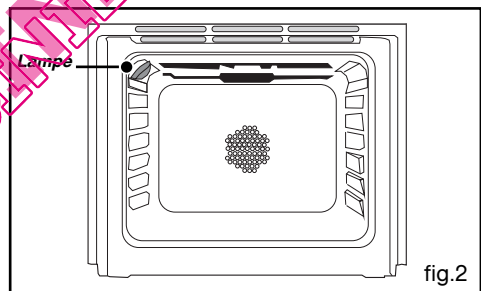

fig.2
• *Grille sécurité anti-basculement fig.2*
- Desserrez les vis du serre-câble (fig.2).
- Introduisez le câble d'alimentation par le côté du capot et dans le serre-câble situé à droite du bornier. (Reportez-vous au tableau de la page précédente pour le choix de la section du câble) (fig.2).
A l'intérieur du four (fig. 2) :